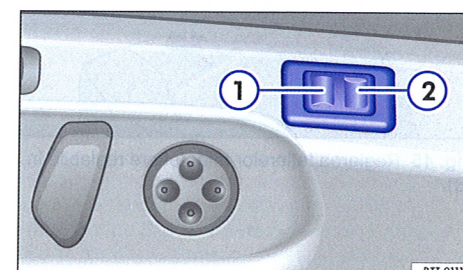

Fig. 44 Comutatorul pentru reglarea sprijinului lateral.
Apăsați comutatorul spre înainte ⇒ fig. 44 ① sau înapoi ② pentru a umfla sau goli pernele de aer din părțile laterale.